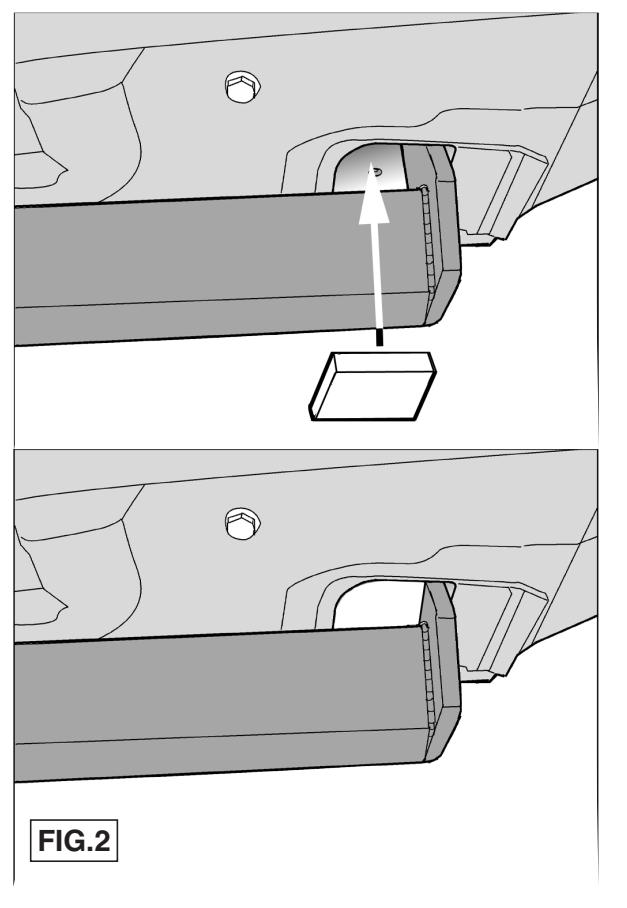

FIG.2
embases crantée M10x30, y compris les contre-plaques (40x40x5) Mettre les deux blocs de mousse PE pour le colmatage dans les barres de châssis (voir la fig. 2). Fixer le logement de la rotule à l'attache-remorque à l'aide d'un boulon M10x80 (**10.9**), une rondelle de blocage et un écrou autofreiné. Serrer le boulon conformément au tableau. Monter le pare-chocs. Monter le boulon inférieur extrême M10x80 (**10.9**) ainsi que la prise électrique, la rondelle de blocage et l'écrou autofreiné. Serrer tous les boulons et écrous conformément au tableau. Remettre en place les éléments déposés au point 1 et 2.
4. Tag bort klistermärkna på fästpunkterna. Dragkroken placeras i chassis och fästes med fyra flänsskruv med låständer M10x30, inklusive motbrickorna (40x40x5). De två PE-skumblocken placeras som tätning i chassibalkarna (se fig. 2). Montera kulhuset med en skruv M10x80 (**10.9**), planbricka och självslående mutter på dragkroken. Momentdrag skruven enligt tabellen. Montera stötfångaren. Montera den understa skruven M10x80 (**10.9**) inklusive kontaktplattan, planbrickan och självslående muttern. Momentdrag alla skruvar och muttrar enligt tabellen. Sätt tillbaka det som avlägsnades under punkt 1 och 2t.
4. Fjern mærkaterne på montagepunkterne. Anbring anhængertrækket i chassiset og monter dette med fire flangebolt med fortanding M10x30 inkl. kontraplader (40x40x5). Anbring de to PE skumgummistykker til at tætte chassisvangerne med (jævnfør fig. 2). Monter kuglehuset på anhængertrækket med én bolt M10x80 (10.9), planskive og selvlåsende møtrik. Spænd bolten ifølge tabellen. Monter kofangeren. Monter den nederste bolt M10x80 (10.9) inklusiv kontaktplade, planskive og selvlåsende møtrik. Spænd alle bolte og møtrikker jf. tabellen. Monter de dele, der blev fjernet under punkt 1 inklusiv udstødningsphænget.
4. Retirar a la altura de los puntos de fijación los adhesivos. Colocar el gancho de remolque en el chasis y fijarlo con cuatro tornillos de cabeza hexagonal con arandela dentada incorporada M10x30 inclusive contratuercas (40x40x5). Colocar ambos bloques de espuma PE en los travesaños del chasis para obturarlo (véase la fig. 2). Montar la caja de la bola en el gancho de remolque por medio de un tornillo M10x80 (10.9), arandela plana y tuerca de seguridad. Apretar el tornillo de acuerdo con el punto indicado en la tabla. Montar el parachoques. Montar el tornillo inferior M10x80 (10.9) inclusive placa enchufe, arandela plana y tuerca de seguridad. Apretar todos los tornillos y tuercas de acuerdo con los puntos de la tabla. Volver a poner lo retirado bajo punto 1 inclusive la suspensión del tubo de escape.
4. Rimuovere gli adesivi applicati sui punti di fissaggio. Posizionare il gancio traino nel telaio e fissarlo mediante quattro bulloni autobloccanti M10x30, corredati di contropiastra (40x40x5). Impiegare i due blocchi di polistirolo espanso per chiudere i montanti del telaio (vedi fig. 2). Montare l'alloggiamento della sfera sul gancio traino, mediante un bullone M10x80 (**10.9**), completo di rondella e dado autobloccante. Serrare il bullone alla coppia di serraggio indicata in tabella. Montare il paraurti. Montare il bullone inferiore M10x80 (**10.9**) completo di piastra
4. Oczyścić w miejscach kontaktu haka holowniczego z pojazdem z masy bitumicznej. W punktach mocowania odkleić taśmę zabezpieczającą. Hak holowniczy przyłożyć do pojazdu a następnie skręcić za pomocą czterech śrub M10x30 (śruby samo kontrującą) wraz z płytami kontrolującymi (40x40x5). Dwa bloki z pianki PE wykorzystać jako element uszczelniający i umieścić w podłużnicach rys.2. Zamontować obudowę kuli przy pomocy jednej śruby M10x80 (**10.9**), pierścienia uszczelniającego i nakrętki samozabezpieczającej się na haku holowniczym. Dokręcić śrubę zgodnie z tabelą. Zamontować zderzak. Zamontować końcową śrubę M10x80 (**10.9**) wraz z płytą z gniazdem wtykowym, pierścieniem uszczelniającym i nakrętką samozabezpieczającą się. Dokręcić wszystkie śruby i nakrętki zgodnie z tabelą. Ponownie umieścić to, co zostało zdemontowane w punkcie 1 i 2.